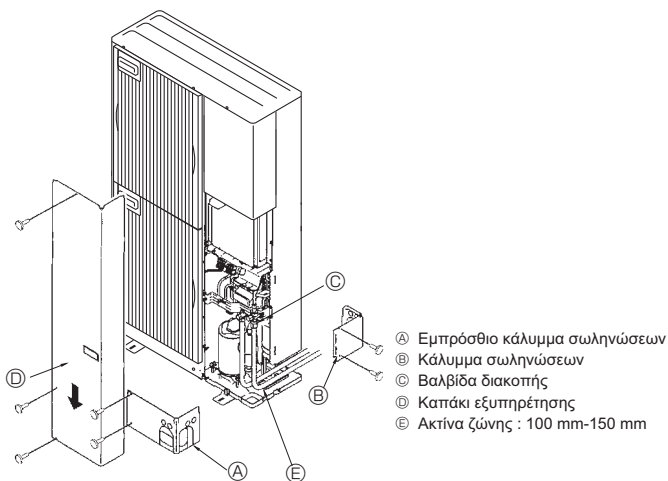

Fig. 4-4
4.3. Σωληνώσεις ψυκτικού υγρού (Fig. 4-4)
- ① Κάντε τις συνδέσεις των σωληνώσεων για την εσωτερική/εξωτερική μονάδα όταν η ανασταλτική βαλβίδα της εξωτερικής μονάδας είναι εντελώς κλειστή.
- ② Κάντε εξερισμό στην εσωτερική μονάδα και στους σωλήνες σύνδεσης.
- ③ Αφού συνδέσετε τους σωλήνες ψυκτικού, ελέγξτε τους συνδεδεμένους σωλήνες και την εσωτερική μονάδα για τυχόν διαρροή αερίου. (Ανατρέξτε στην ενότητα 4.4. Μέθοδος ελέγχου αεροστεγανότητας των σωληνώσεων ψυκτικού.)
- ④ Μια αντλία κενού υψηλής απόδοσης χρησιμοποιείται στη θυρίδα συντήρησης της ανασταλτικής βαλβίδας για τη διατήρηση κενού για αρκετό χρονικό διάστημα (μία ώρα τουλάχιστον αφού η πίεση φτάσει τα -101 kPa (5 Torr)), προκειμένου να πραγματοποιηθεί ξήρανση υπό κενό στο εσωτερικό των σωληνών. Ελέγχετε πάντα το βαθμό κενού στην κάσα του μανομέτρου. Εάν στο σωλήνα εξακολουθεί να υπάρχει υγρασία, ο βαθμός κενού μερικές φορές δεν είναι δυνατό να επιτευχθεί με εφαρμογή κενού για μικρό χρονικό διάστημα. Αφού ολοκληρωθεί η ξήρανση υπό κενό, ανοίξτε τελειώς τις ανασταλτικές βαλβίδες (και των υγρών και των αερίων) για την εξωτερική μονάδα. Με αυτόν τον τρόπο γίνεται πλήρης σύνδεση των εσωτερικών και εξωτερικών κυκλωμάτων της ψυκτικής ουσίας.
- ⑤ Χρησιμοποιήστε στεγανωτικό υλικό για να σφραγίσετε τα άκρα της θερμομόνωσης γύρω από τα σημεία σύνδεσης των σωληνών ώστε να μην είναι δυνατή η εισχώρηση νερού στη θερμομόνωση.
4.4. Μέθοδος ελέγχου αεροστεγανότητας του σωληνώσεων ψυκτικού (Fig. 4-4)